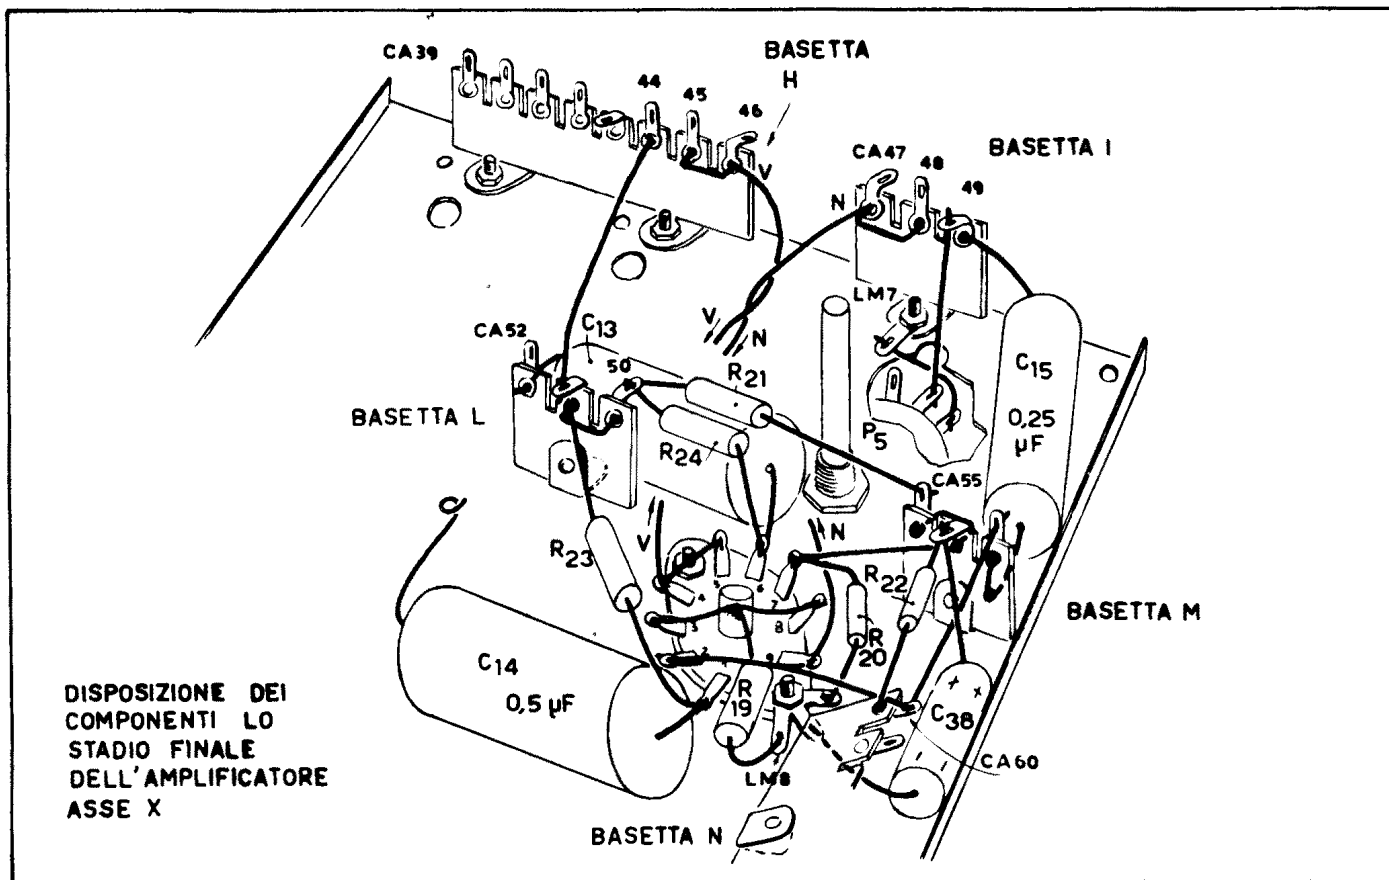

Fig. 20
a) - METTA UN CAVALLOTTO DI COLLEGAMENTO, IN FILO NUDO, FRA GLI OCCHIELLI DELLE SEGUENTI COPPIE DI CAPICORDA : CA45 e CA46 (H) ; CA47 e CA48 (I) ; CA50 e CA51 (L) ; CA54 e CA55 (M) (fig. 20).
Il terminale contrassegnato deve essere collegato al CA49. Per rendere il fis-saggio pi $\dot{u}$  rigido si puo' infilare l'altro terminale nel foro esistente in basso sul la basetta M (vedere fig. 20).